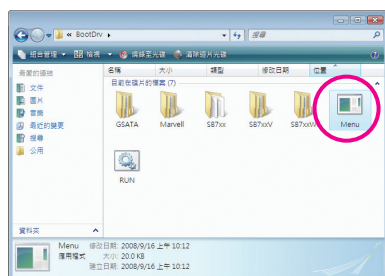
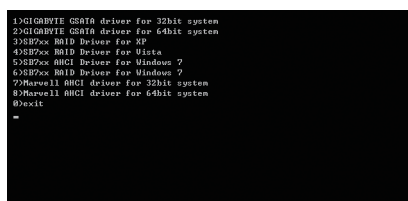

图4
图5
- 2: 进入光盘中「BootDrv」文件夹，双击「Menu.exe」文件(图4)后会出现「命令提示字符」画面，内含如图5的控制器选单。
以图5的选单为例: